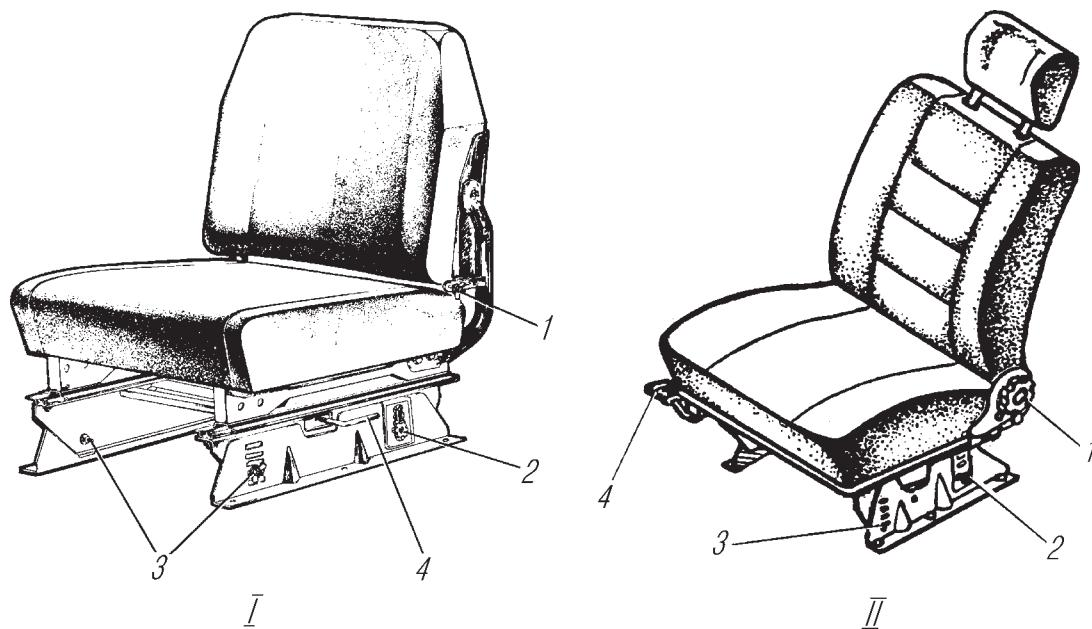

Рис. 95. Сиденье водителя:
**Сиденья водителя и пассажиров** раздельные, амортизирующий элемент — резиновые ремни и губчатая резина. Положение сиденья водителя можно регулировать, перемещая его вперед или назад. Предел регулировки 110 мм. Ручкой 4 (рис. 95), находящейся с левой стороны подставы (рис. 95, I) или с правой стороны подставы (рис. 95, II), сиденье фиксируется в нужном положении. Сиденье водителя имеет механизм изменения наклона подушки и положения сиденья по высоте с пределом регулирования 80 мм. Для изменения положения сиденья по высоте отвернуть два передних винта 3 с левой и правой сторон сиденья. Установив необходимую высоту его передней части, завернуть винты на несколько оборотов, но не туго, ослабить крепление задней части сиденья отворачиванием двух винтов 2 на четыре-пять оборотов.
Спинка сиденья водителя имеет регулировку угла наклона. Для изменения угла наклона спинки отвернуть на два-три оборота с левой и правой сторон сиденья гайки 1 (рис. 95, I) и, выбрав нужное положение спинки, снова их надежно завернуть, или воспользоваться рукояткой 1 (рис. 95, II), находящейся с левой стороны сиденья.